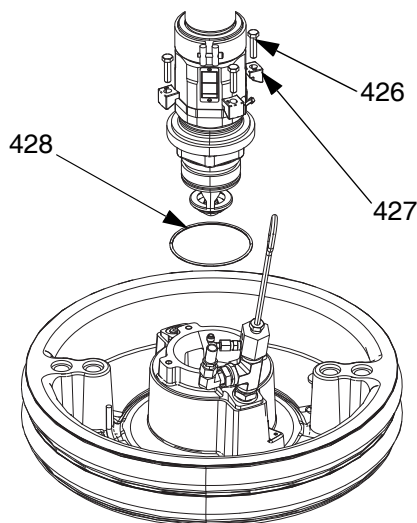

ABB. 35: 55-Gallonen-Montagesatz
1. O-Ring (428) aus dem Montagesatz auf Platte (AD) aufsetzen. Wenn an der Platte befestigt, Unterpumpe (AC) auf Platte (AD) aufsetzen. Siehe ABB. 35.
2. Einlassflansch der Pumpe mit den im Montagesatz 255392 enthaltenen Schrauben (426), Unterlegscheiben (425) und Klemmen (427) an Platte befestigen.